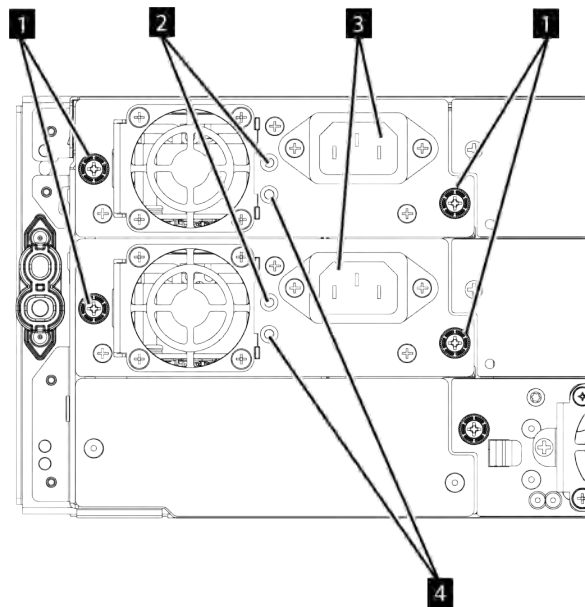

Figura 76. Alimentatori
1. Se l'alimentazione CA è collegata all'alimentatore e la libreria è accesa, entrambi i LED bianchi (2 in Figura 76 a pagina 171) e il LED verde (4 in Figura 76 a pagina 171) sarà acceso.